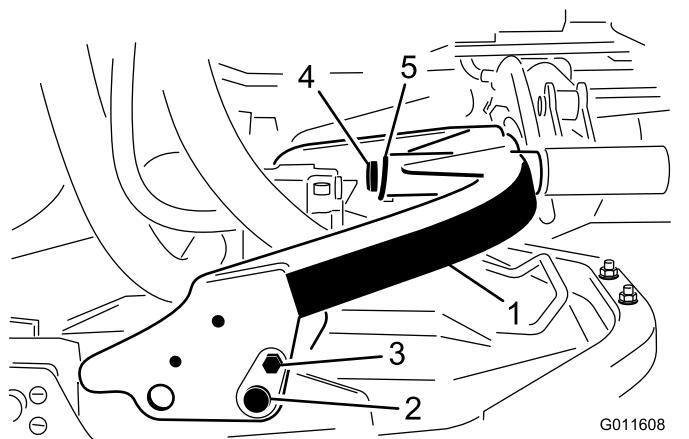

図 2
1. キャリアフレームを倒し、フラグ・ピン、ボルト、ナットを使ってデッキのブラケットに固定する。図2のようにセットする。
注 後方のカッティングユニットは、キャリアフレームを前向きに立てる図2。前方のカッティングユニットは、キャリアフレームを後向きに立てる。